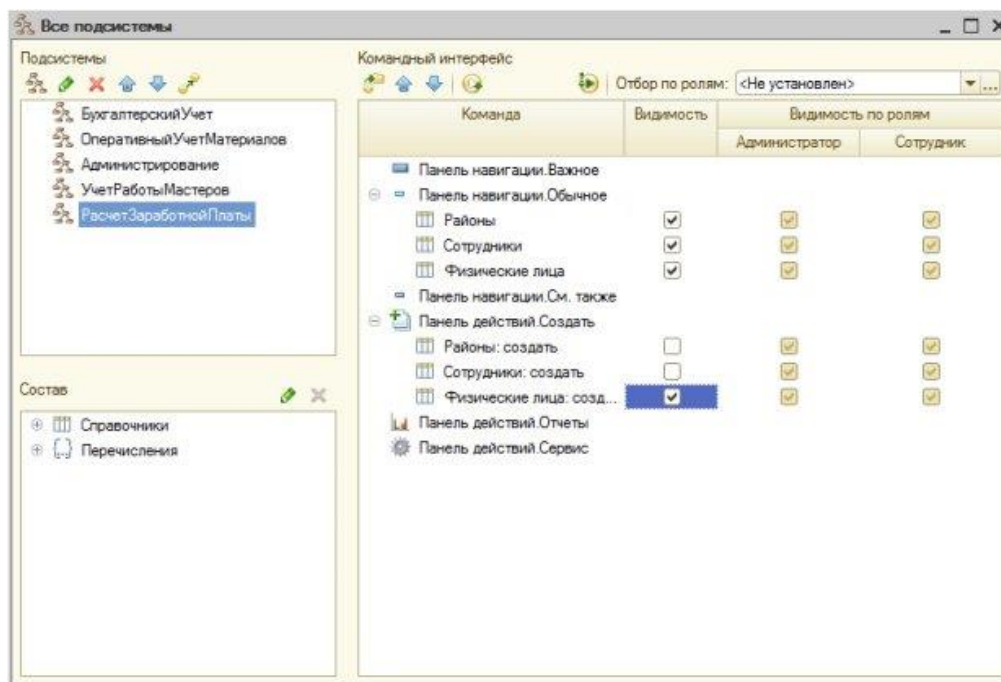

Рисунок 4.7- Настройка панели действий раздела Расчет заработной платы
2.1 Добавим команду создания нового элемента справочника **Физические Лица** в панель действий раздела **Расчет заработной платы**. Для этого откроем окно Все подсистемы командой контекстного меню ветви Подсистемы дерева конфигурации и установим флаг **Видимость** напротив команды **Физические лица: Создать** в области **Панель действий**. **Создать**, Рисунок 4.7.